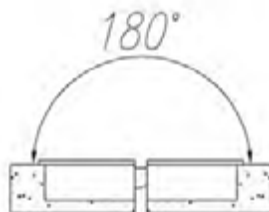

Рис. 10
- для регулировки фасада откидного в горизонтальной плоскости с панелью необходимо воспользоваться винтом №2 (рис.10),